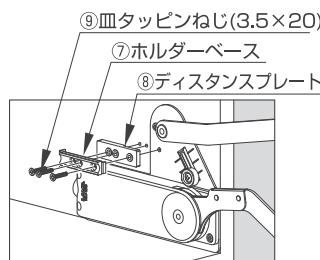

図8
- (1) ⑧ディスタンスプレートおよび、⑦ホルダーベースを、付属の⑨取付ねじ(3.5×20)で取り付けます(図8)。